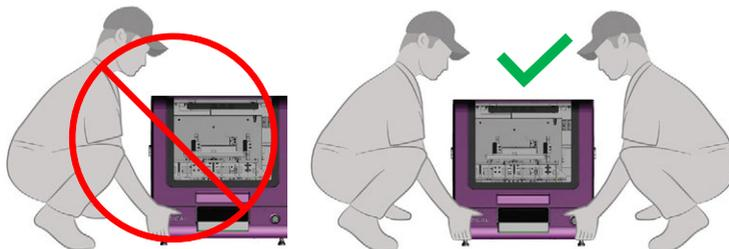

Figura 17. Levantamento e transporte correto do dispositivo.
Antes de desembalar o IndiMag 2, desloque a embalagem que contém o instrumento para o local de instalação. O transporte deve ser efetuado por pessoal qualificado e são necessárias, pelo menos, duas pessoas para levantar e transportar a unidade (Figura 17).
1. Retire a tampa da caixa (Figura 17).